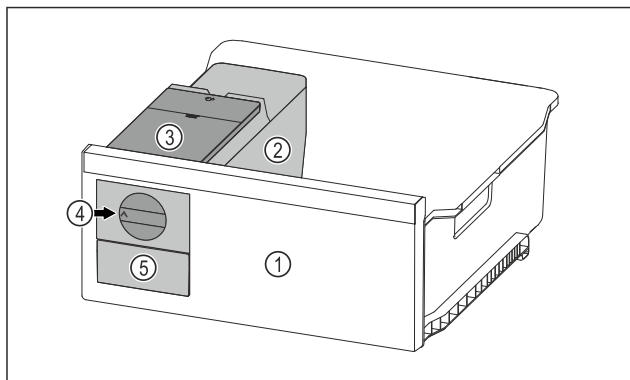

Fig. 90 Voorbeeld
- Draaiknop Fig. 90 (4) rechtsonder tot aan de aanslag draaien.
- ▷ Ijsblokjes vallen uit de ijsblokjes-schaal in de ijsblokjeslade Fig. 90 (5).